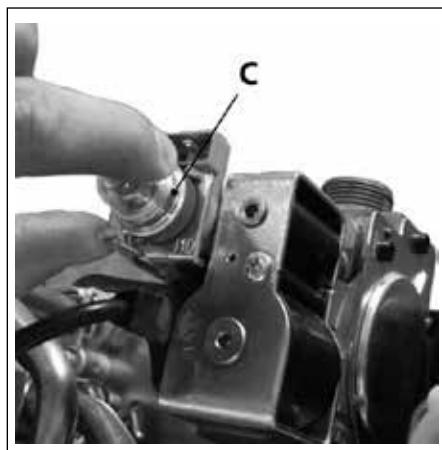

Рис. 24 Бобіна модуляції газового клапану
- Зняти пластиковий ковпачок **C** (дивись Рис. 24 Бобіна модуляції газового клапану) з верхньої котушки модулятора газового клапану, що захищає гвинти регулятора тиску.